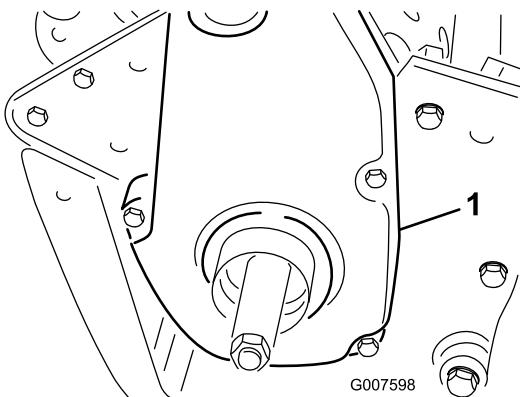

Figura 37
- Retire a cobertura traseira da correia do lado direito da máquina (Figura 37).